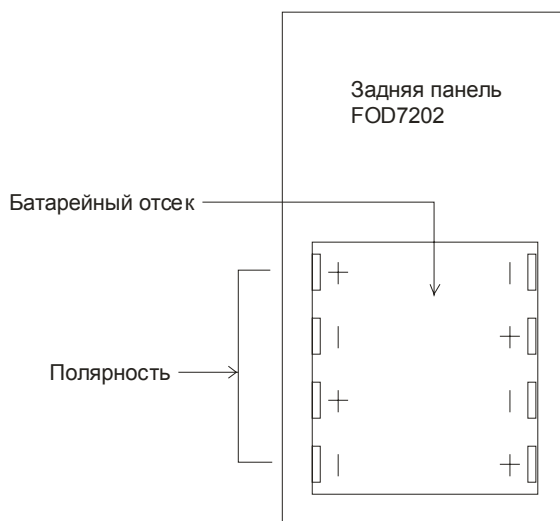

Рис. 7
4. вставьте новые батареи, соблюдая полярность, указанную на батарейном отсеке (см. рис.7);